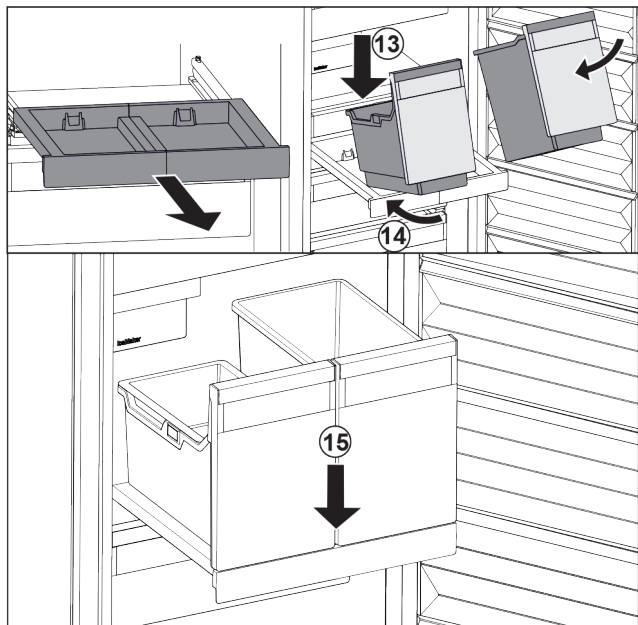

Fig. 105
- ▶ Posodo položite na izvlečno polico v poševnem položaju. Fig. 105 (13)
- ▶ Posodo potisnite v poševnem položaju proti zadnji strani. Fig. 105 (14)
- ▶ Posodo odložite spredaj. Fig. 105 (15)